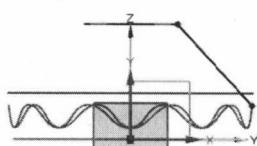

图 1.2.6 草图 2
Step7. 创建图 1.2.6 所示的草图 2。选择下拉菜单 **插入(S)** → **在任务环境中绘制草图(U)...** 命令，选取 YZ 基准平面为草图平面，进入草图环境绘制草图；绘制完成后单击 **完成草图** 按钮，完成草图 2 的创建。